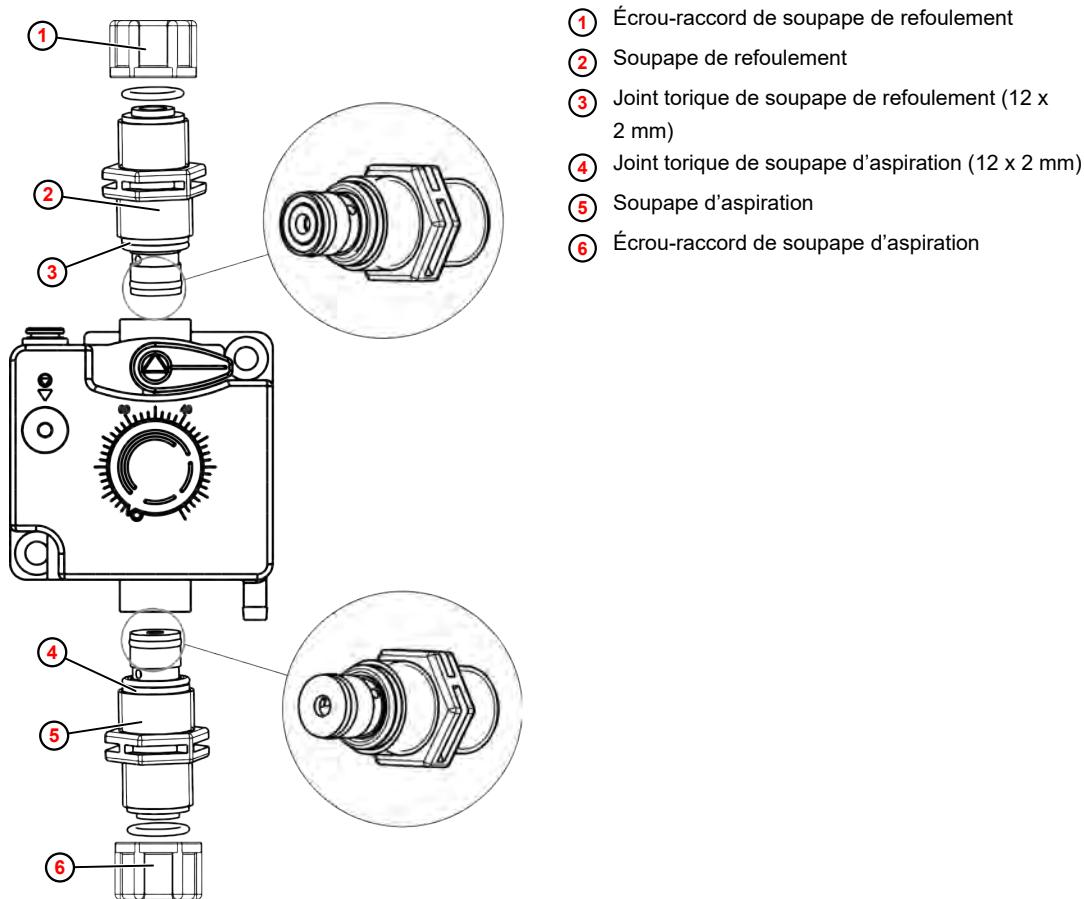

Fig. 18 : Remplacement des soupapes d'aspiration et de refoulement
1. Démonter la partie supérieure de la pompe ② comme décrit au chapitre *Remplacement de la cartouche de membrane*.
2. Dévisser la soupape d'aspiration ⑩ et la soupape de refoulement ⑨ à l'aide d'une clé plate (ouverture 22).
3. Nettoyer la cartouche de membrane ③ au niveau des surfaces d'appui ⑧ sur la partie supérieure de la pompe ②.
5. Visser la soupape d'aspiration ⑩ et la soupape de refoulement ⑨ avec des joints toriques neufs (Fig. 18 , ③ , ④) et les serrer à fond.